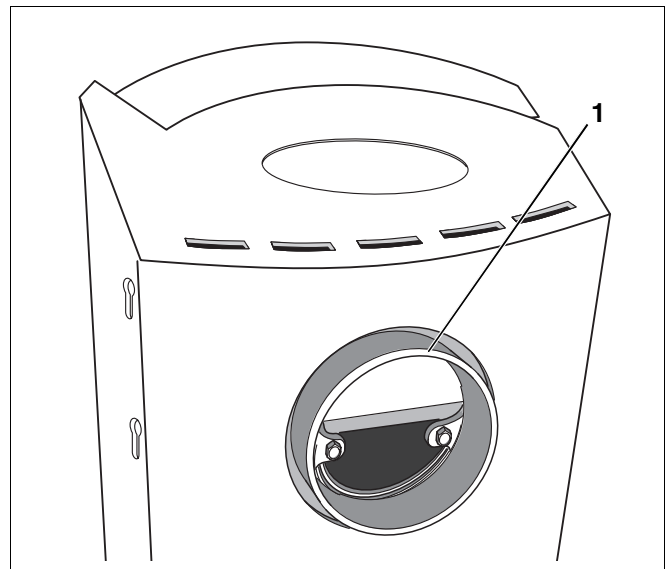

Abb. 7 Abgasanschluss Rückseite – Abgasstutzen
- Abgasstutzen am Abgasanschluss Rückseite montieren (Abb. 7, **Pos. 1**).